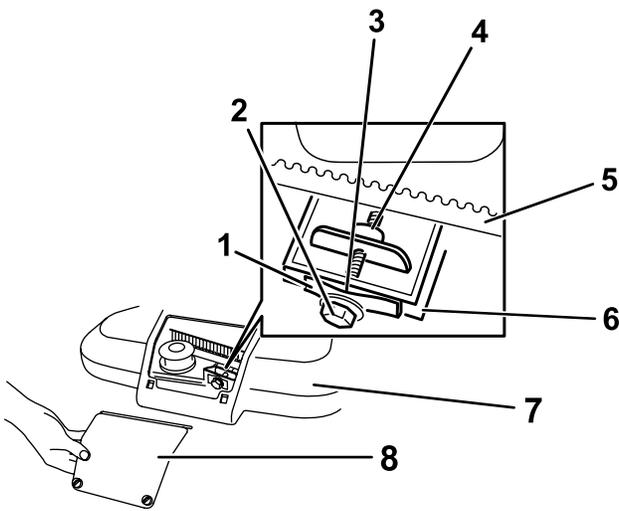

Figure 38
1. Desserrez les 2 fixations quart-de-tour sur le panneau d'accès au couvercle de courroie et déposez le panneau (Figure 38).
Remarque: Si un espace est visible entre la jauge et le ressort, serrez le boulon et l'écrou de réglage jusqu'à ce que la jauge d'épaisseur puisse à peine passer dans l'espace (Figure 38).